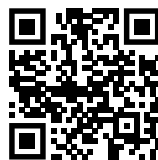

Fig. 60
- ▶ Відкрити Liebherr SmartMonitoring Dashboard. (див. Fig. 60)